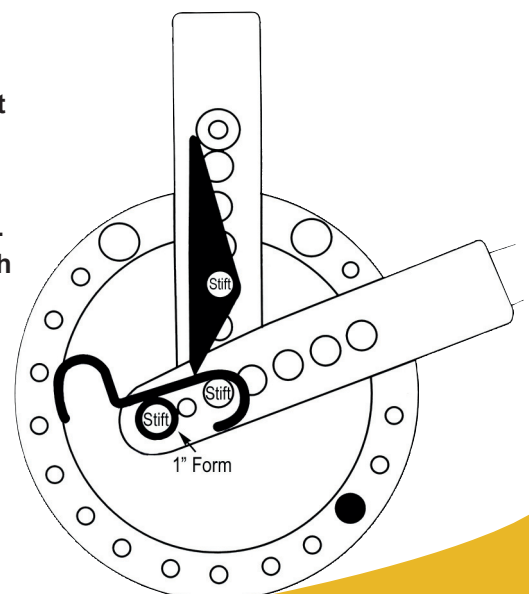

Bild 31
4. Biegung (Bild 31): Drehen Sie das Stück zum anderen Ende und lassen Sie es so weit wie möglich nach links gegen den Mittelstift gleiten (Ziehen Sie erneut den Mittelstift um das Stück im Bieger zu platzieren). Biegen Sie wieder bis sich der Griff ca. 1/8" von Stopstift entfernt hat.